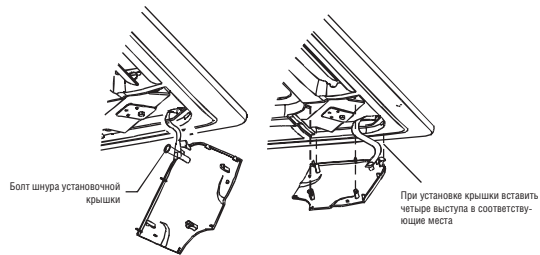

Рис. 5-16
- Высоту положения внутреннего блока можно отрегулировать через отверстия в углах панели, если при этом не нарушается положение дренажного трубопровода. (См. рис. 5-16, правый)
Прикрепите шнур установочной крышки к болту. (См. рис. 5-16, левый)
Слегка надавите на установочную крышку в направлении панели. (См. рис. 5-16, правый)